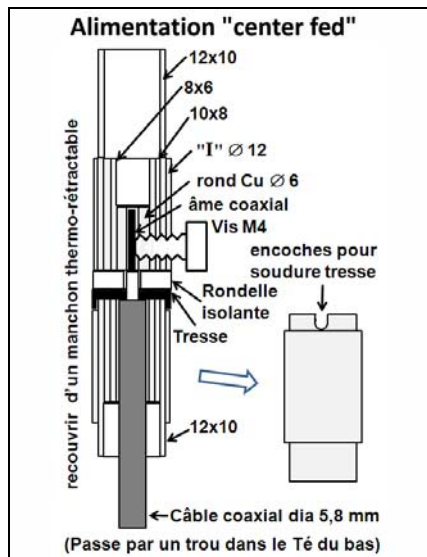

Figure 9 : Alimentation "center-fed"
La manière de connecter le coaxial de W6NBC est peut-être simple, mais elle est peu fiable. Il serait plus judicieux d'employer la méthode "center fed" utilisée professionnellement pour les antennes verticales demi-ondes. Principe général : le câble coaxial d'alimentation passe à l'intérieur du brin inférieur du dipôle. Naturellement la tresse du câble ne doit pas être en contact avec le brin. Si son diamètre est suffisant, on peut même enfiler sur le coaxial, près de sa sortie, quelques tubes de ferrite pour bloquer un éventuel courant de gaine. Pour notre application, la figure 9 donne tous les détails de fabrication.
- On commencera par renforcer les extrémités des tubes (d) pour l'alimentation en soudant une série de petits tubes emboîtés les uns dans les autres puis on taraudera le trou M4 sur le brin supérieur (*cf.* fig.9). Ensuite on percera un trou dia 8 mm dans le Té du bas, ceci pour passer le coaxial avec un renforcement de son isolation par manchons thermo-rétractables.